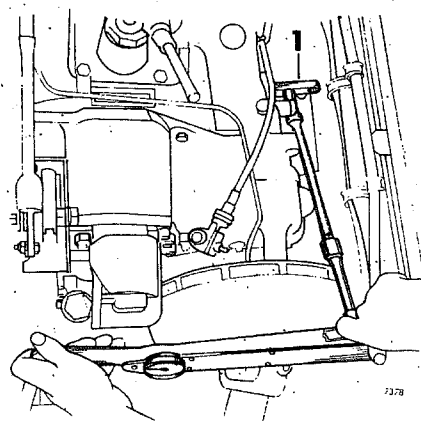

Fig 02-5. Montering av främre kardanaxel
11. Montera främre kardanaxeln. Se till att låsblecket som håller samman lagerskålarna kommer in i de avsedda urtagen så att inte lagren deformeras. Dra krampornas muttrar 20 Nm (15 lb.ft.), se fig 02-5.